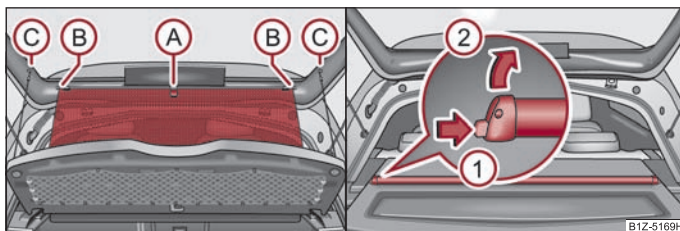

Fig. 49 Desfacerea/demontarea ruloului parasolar
- Tragei ruloul parasolar de curelușa (A) și agăai-l în suportul (B) ⇒ fig. 49.